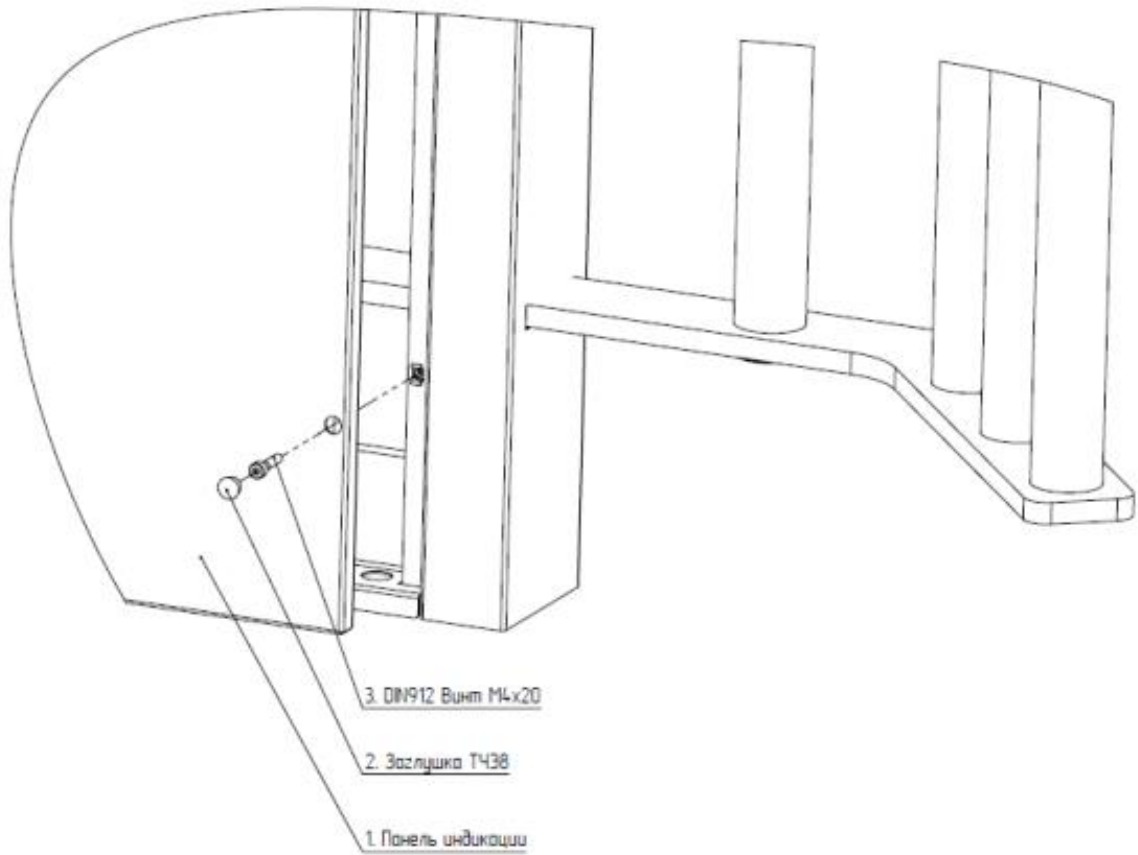

Рисунок 8 – сборка панели индикации
4.2.9 Рисунок 8 – панель индикации со светодиодными полосами закрепить винтами М4 и поставить заглушки поверх винтов.